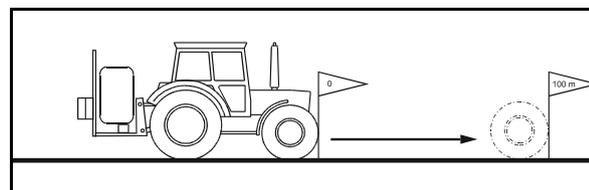

Fig. 44
2. Repérez les points de départ et d'arrivée (Fig. 44).